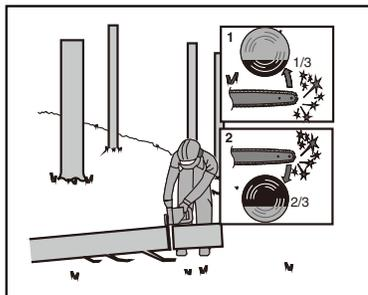

Bild 4
När stocken stötts i ena änden, så som visas på bild 4, såga in 1/3 diameter från undersidan (kapning från undersidan) (1).